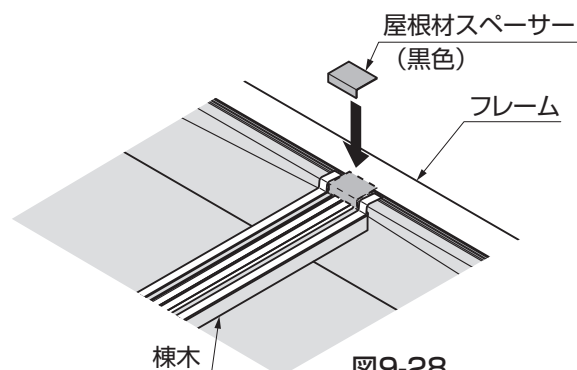

図9-28
③屋根材スパーサーを屋根材間のすき間を埋めるようにフレーム、中間フレームに貼付けてください。（図9-28参照）